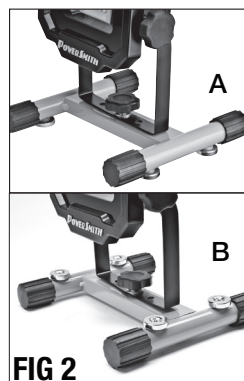

FIG 2
FIXATION DE TÊTE DE LA LAMPE DE TRAVAIL AU BASE (FIG 2)
La lampe de travail est livré avec une base réversible. Il peut se tenir soit sur les pieds magnétiques ou sur les pieds en caoutchouc en retournant sur le stand. Voir la figure 2.
1. Placer le base (9) sur une surface plane.
2. Placer le support en U (3) de la tête de lampe de travail contre le base. Voir la figure 2.
3. Se servir de bouton de verrouillage (6), de rondelle plate et à ressort pour fixer la tête de la lampe de travail sur le base.